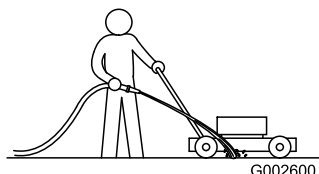

Figura 24
1. Collocate il tosaerba su una superficie piana pavimentata, con il motore acceso, e spruzzate un getto d'acqua davanti alla ruota **destra** posteriore (Figura 24).